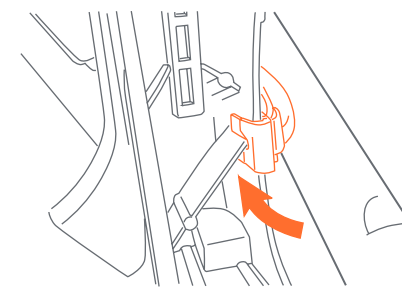

Fig. 20c
- Asegúrese de que la ranura del gancho de anclaje se desliza por debajo la división lateral (Fig. 20c).